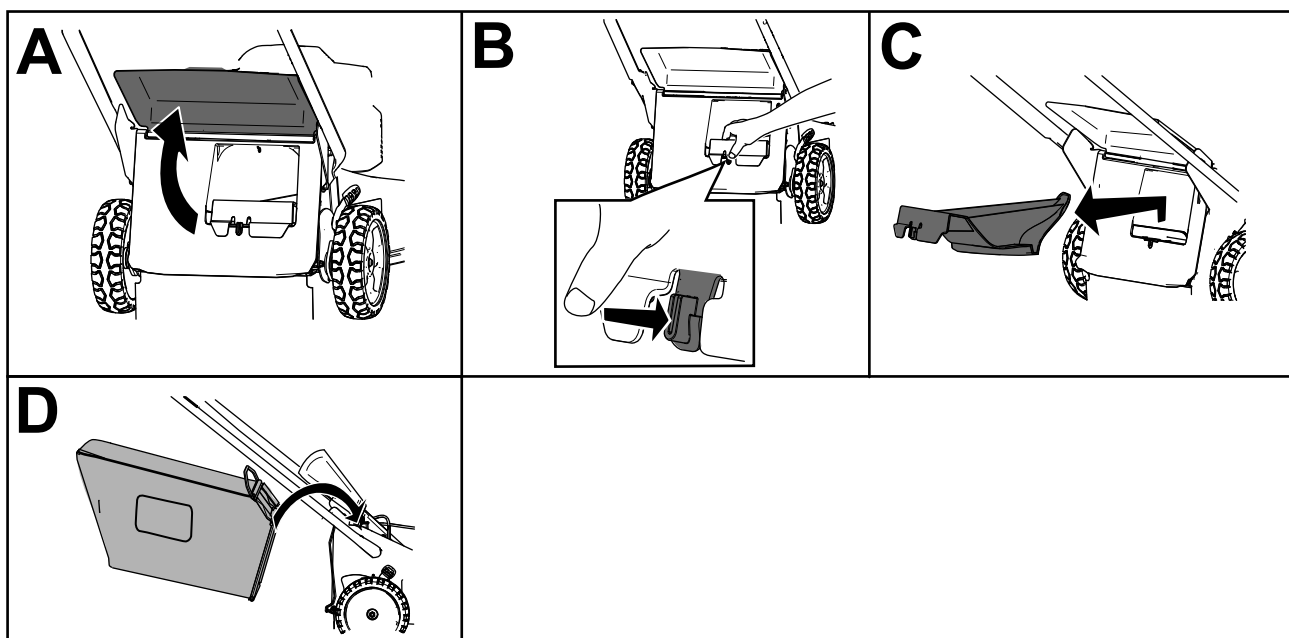

Figura 15
2. Faça subir e mantenha elevado o defletor traseiro (A da Figura 15).
3. Retire o bujão de descarga traseira empurrando o trinco para baixo com o polegar e retirando o bujão da máquina (B e C de Figura 15).
4. Instale as extremidades da barra do saco nas ranhuras na base da pega e abane o saco para a frente e para trás para assegurar que as extremidades estão encaixadas na parte inferior de ambas as ranhuras (D de Figura 15).
3. Retire a barra do saco de relva das ranhuras na base da pega (A de Figura 15).
4. Insira o bujão de descarga (B de Figura 15).
5. Baixe o defletor traseiro (C de Figura 15).